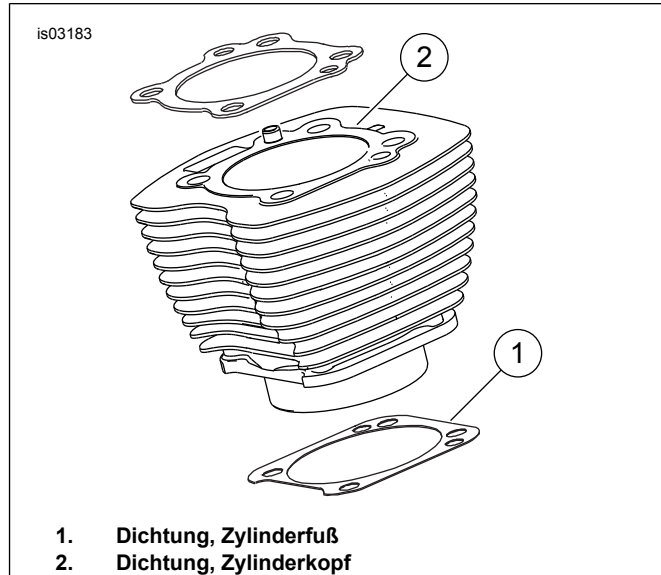

Abbildung 1. Zylinderdichtungen
- Siehe Abbildung 1. Die 103,1 mm (4.060 in) Zylinderfußdichtung (1) und Zylinderkopfdichtung (2) machen die Verwendung von O-Ringen überflüssig. Keine O-Ringe an Zylinderausrichtstiften oder Zylinderaufnahmen benutzen.
- Beim Einbau der neuen Zylinderfußdichtung (1) muss diese mit der geprägten Seite nach unten und der konkaven Seite nach oben eingebaut werden.